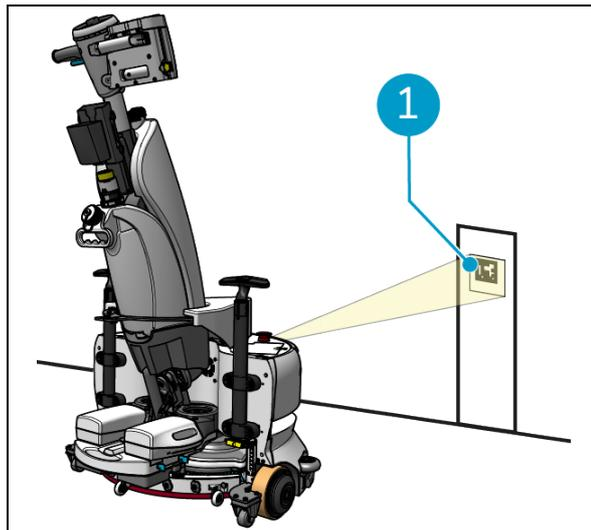

Figure 25
1. Positionnez l'i-walk à environ 30 cm devant le code QR (Figure 25, pos. 1). Les boutons Auto Fill et Teach Repeat clignotent en bleu lorsque le code QR est reconnu.